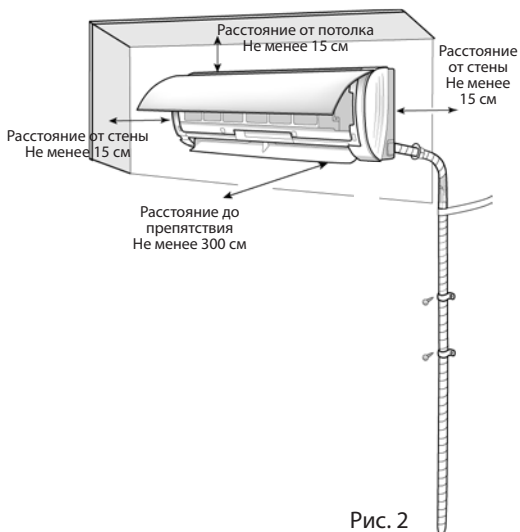

Рис. 2
2. Убедитесь, что место монтажа соответствует требованиям к зазорам на схеме монтажа (см. рис.2).